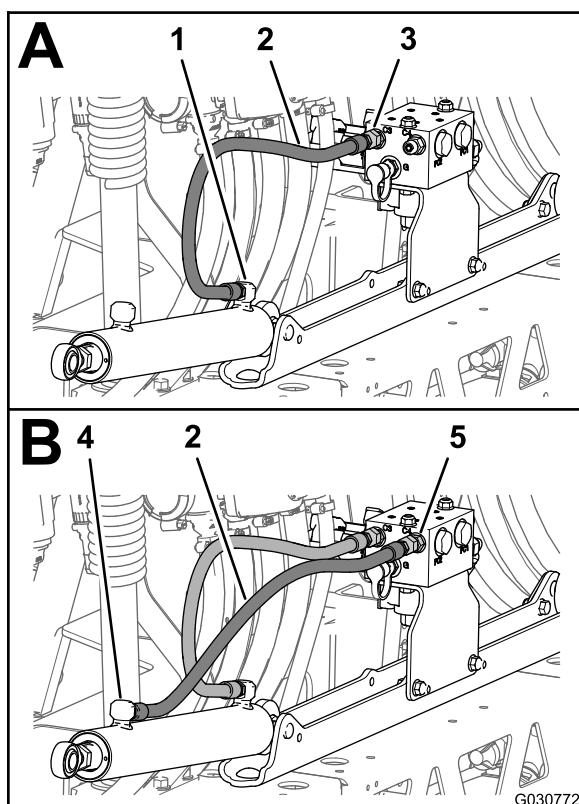
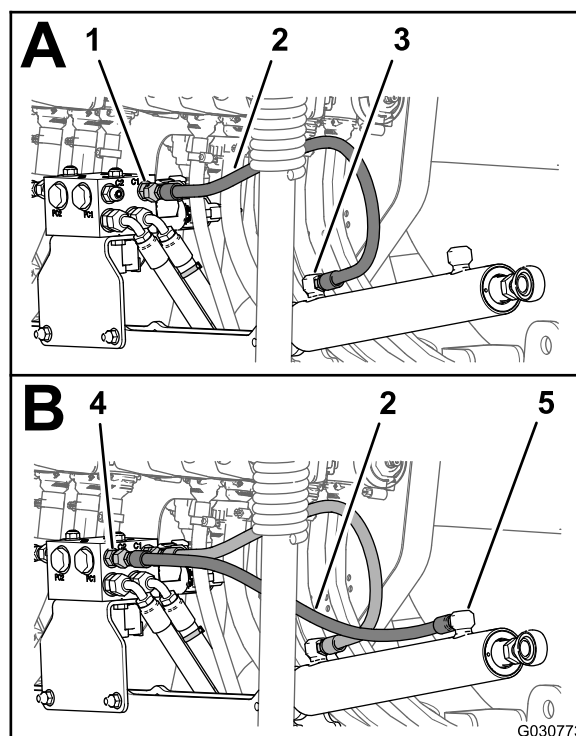

Figura 129
Figura 130
1. Montate senza serrarlo un nuovo flessibile idraulico ($\frac{1}{4}$ " x $24\frac{3}{4}$ "") tra il foro di estensione del cilindro di sollevamento di sinistra e il foro C3 del collettore di sollevamento delle barre (Figura 129).
4. Montate senza serrarlo un nuovo flessibile idraulico ($\frac{1}{4}$ " x $24\frac{3}{4}$ "") tra il foro di ritrazione del cilindro di sollevamento di destra e il foro C2 del collettore di sollevamento delle barre (Figura 130).
5. Serrate i raccordi del flessibile nei fori di estensione e ritrazione dei cilindri di sollevamento (Figura 129 e Figura 130) a 21–26 N·m.
6. Serrate i dadi orientabili dei flessibili nel collettore di sollevamento delle barre (Figura 129 e Figura 130) a 24–30 N·m.
2. Montate senza serrarlo un nuovo flessibile idraulico ($\frac{1}{4}$ " x $24\frac{3}{4}$ "") tra il foro di ritrazione del cilindro di sollevamento di sinistra e il foro C4 del collettore di sollevamento delle barre (Figura 129).
3. Montate senza serrarlo un nuovo flessibile idraulico ($\frac{1}{4}$ " x $24\frac{3}{4}$ "") tra il foro di estensione del cilindro di sollevamento di destra e il foro C1 del collettore di sollevamento delle barre (Figura 130).